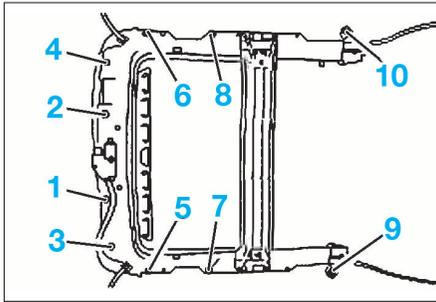

FIG. 79
- Veiller à positionner correctement le toit sur les clips (3) avant de resserrer les vis de fixation.
- Respecter l'ordre de serrage indiqué (Fig.79).